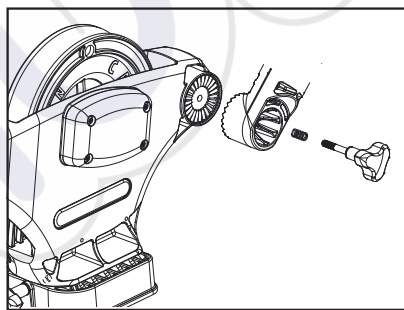

Figure 7
4. Fixez le coude du porte-canne sur le treuil de pêche, du côté gauche, à l'aide du ressort et du bouton inclus. (Figure 7)